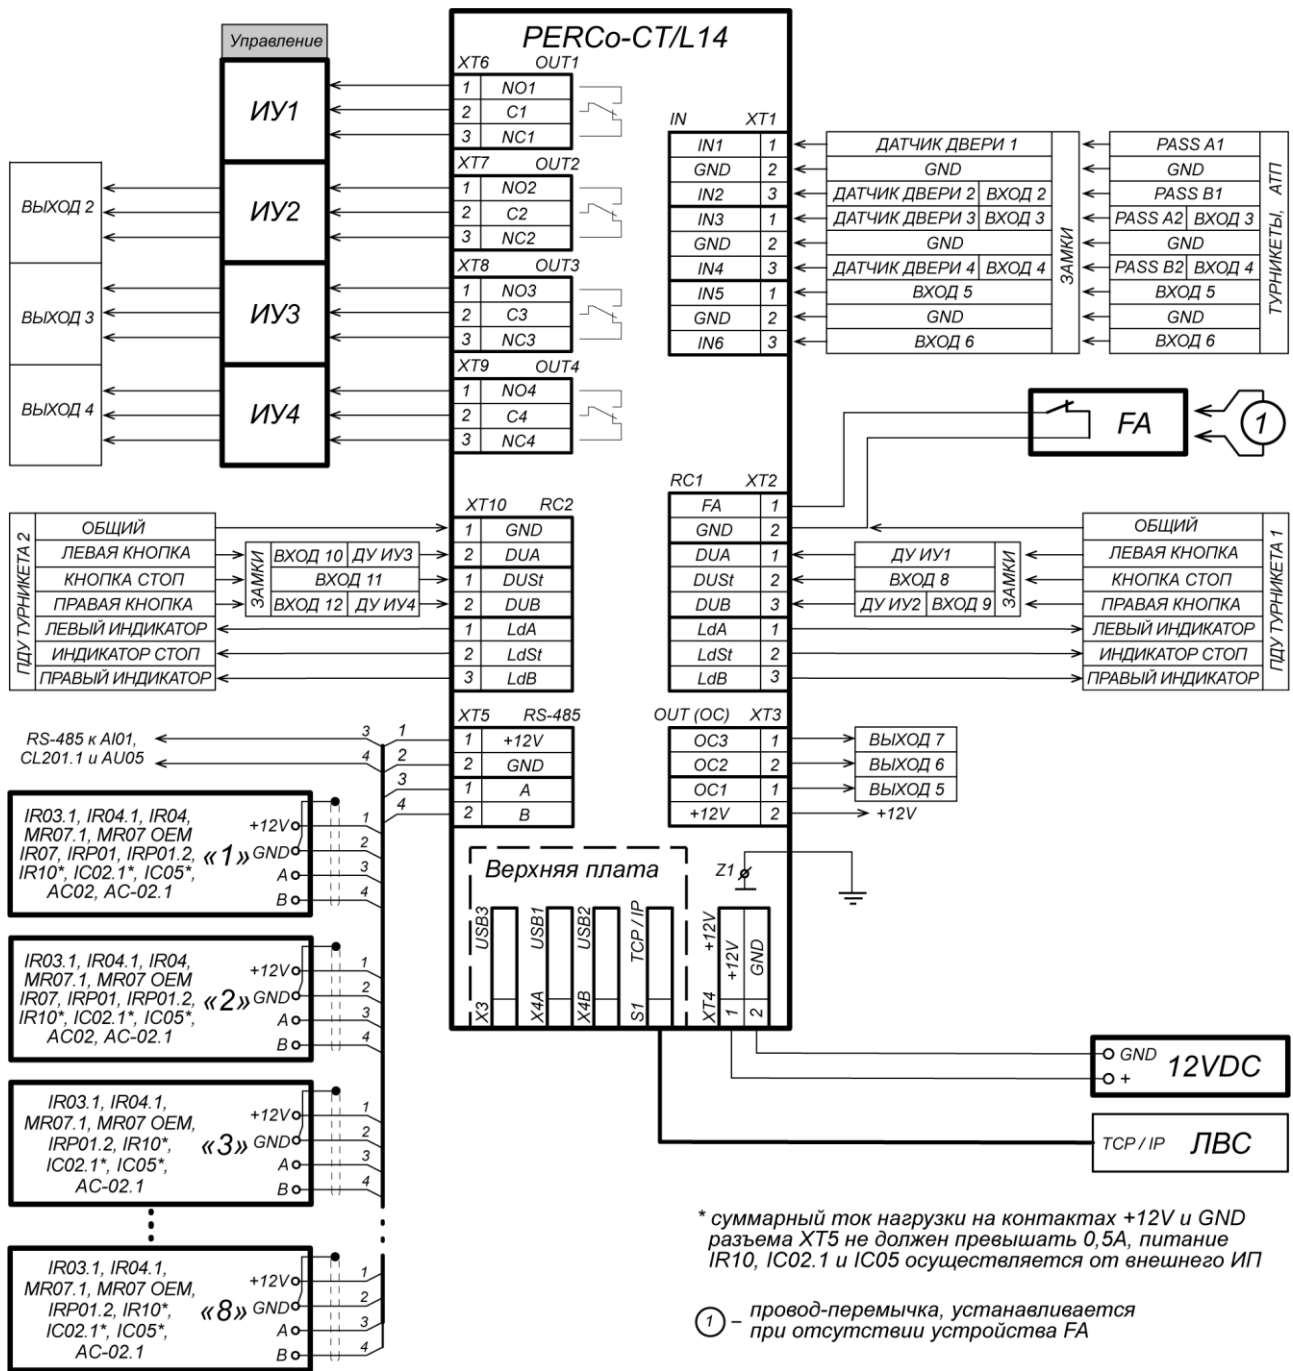

Рисунок 3. Общая схема подключений
Выходы LdA , $LdSt$, LdB могут использоваться (см. рис. 3):
При подключении к RS-485 руководствуйтесь инструкциями на подключаемые устройства и схемой, представленной на рис. 3. Для подключения линии связи RS-485 к контроллеру применяется кабель типа №2 (см. табл. 3).
Возможны следующие варианты подключения считывателей (см. рис. 3):
Подключение к контроллеру осуществляется согласно схемам, представленным на рис. 3 - 13. Используемые типы кабелей указаны в табл. 3. Расположение клеммных колодок на плате контроллера указано на рис. 1.
7. Установите ИП, подключите кабель от ИП к клеммной колодке **XT4** нижней платы контроллера согласно схеме, представленной на рис. 3.
2. Подключение замка производится к клеммным колодкам **XT6-XT9** нижней платы контроллера в соответствии со схемами подключения (см. рис. 3 - 5).
Аварийная разблокировка (аварийное открытие прохода) исполнительных устройств производится по команде устройства аварийной разблокировки (аварийного открытия прохода) *Fire Alarm*. Устройство *Fire Alarm* подключается к входу контроллера *FA* (контакты *FA* и *GND* клеммной колодки **XT2**, см. рис. 3, 5, 10). При отсутствии устройства *Fire Alarm* на вход должна быть установлена перемычка проводом (установлена при поставке). Параметры для сигнала *FA* указаны в разд. 5.4.2. При подаче управляющего сигнала на вход *FA* контроллер переводится в режим *Fire Alarm*. В этом режиме все подключенные ИУ разблокируются (открываются) для прохода в обоих направлениях. Другие команды управления при этом игнорируются.